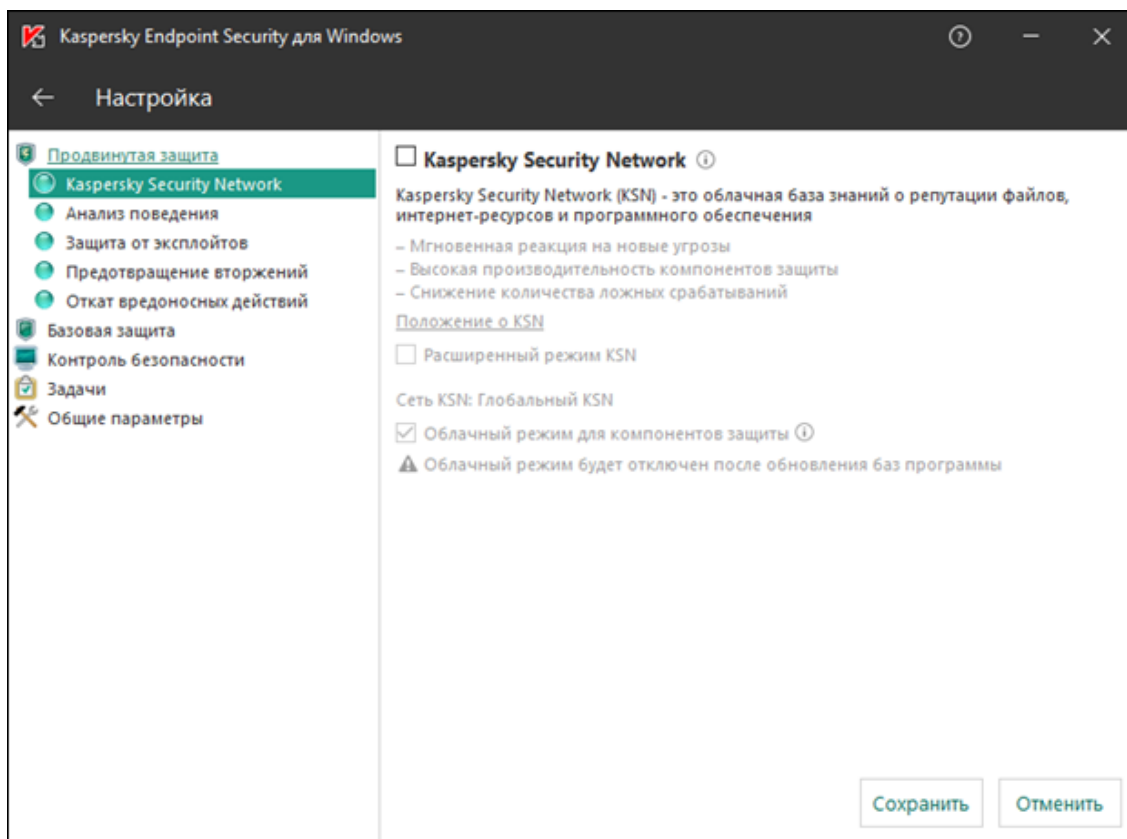

Рисунок 468 - Kaspersky Endpoint Security
- а. Отключите использование Kaspersky Security Network (Рисунок 468).